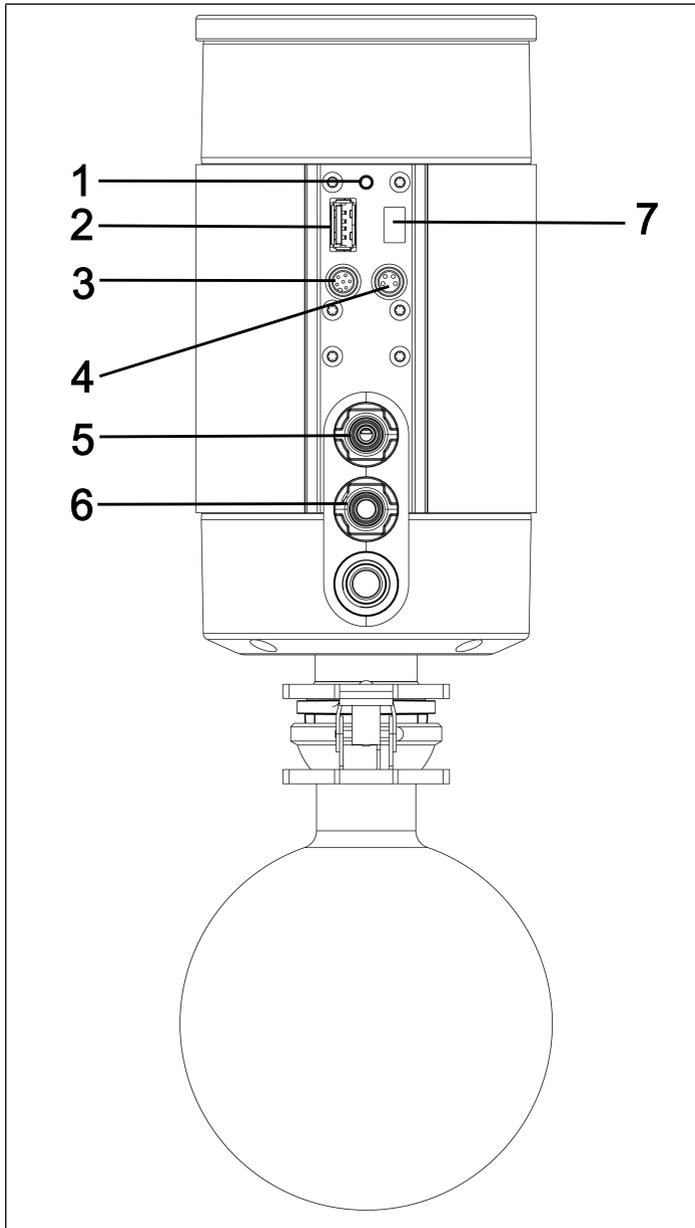

图15: SC分离器
如果按下真空系统上的寻呼按钮（图 15/1）约5秒钟，手持式终端会以信号音响应真空系统的呼叫按钮（参见章节8.2.2 不使用手持式终端操作 [▶ 44]）。
3. 按住泵上的配对按钮（图 15/1）约10秒钟。
取下手持式终端后可以直接在真空系统上进行以下操作 (图 15) :